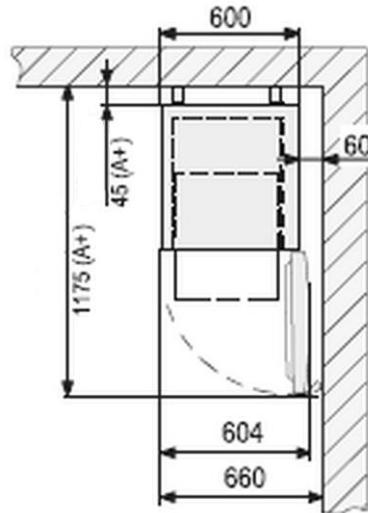

Fig. 4
- Hvis apparatet skal installeres i et hjørne, skal der være en sideafstand på mindst 60 mm (fig. 4).